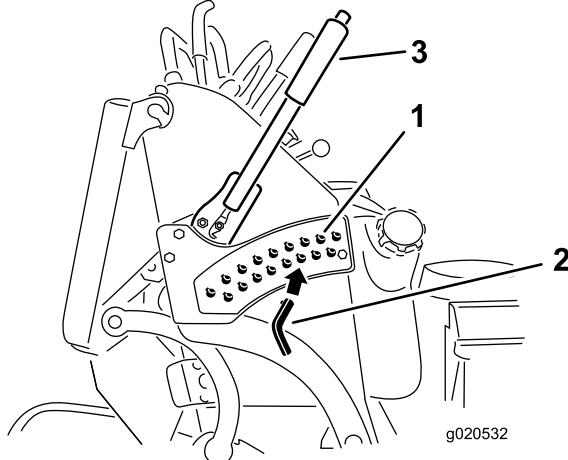

図 21
3. 刈高ブラケットについている穴から、希望する刈高に対応する穴を見つけ、その穴にピンを通す図 21。
4. 上部についているボタンを押して刈高レバーをピンまで下げる図 21。